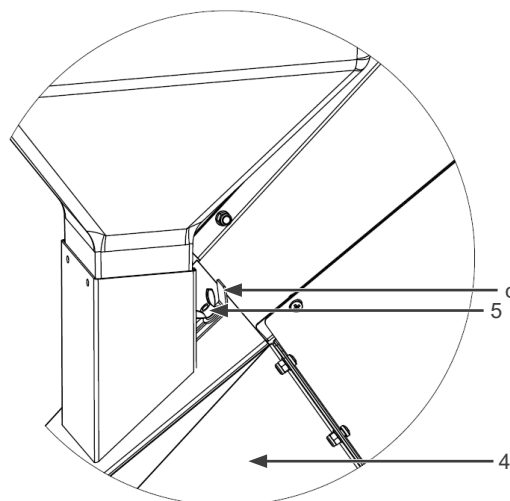

Figura 8.5: Imagen ilustrativa del ajuste del tornillo de mariposa
- Con los tamices de 3 mm y 5 mm, utilice la tolva de granos (1), apoyada sobre la tolva de verde (2). En cuanto al tamiz de 12 mm (Rolão), se debe introducir el espiga por la entrada de la tolva de verde (2), controlando la cantidad de material para no sobrecargar el motor.
- Al utilizar tamices de 3 mm y 5 mm, coloque el producto seco en el embudo de granos (1).
- Suelte la tuerca de mariposa (5) situada en la parte superior de la tolva de materia verde (4) y ajuste la apertura de la tapa de cierre de la salida de grano (c) tirando o empujando según sea necesario para la salida de grano. Tras el ajuste, apriete la tuerca de mariposa (5) según la Figura 8.5 de la página 88.